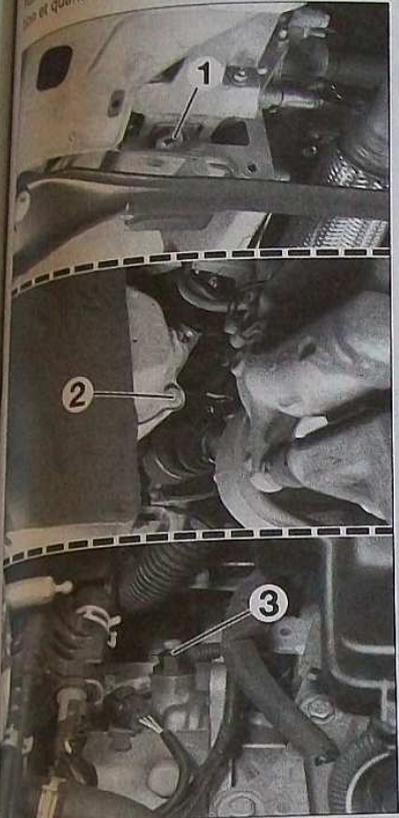

FIG. 8
- la vidange de la boîte (Fig.8).
**Suivant version, le remplissage de la boîte de vitesses s'effectue par le bouchon de remplissage/niveau (2), accessible par le passage roue gauche, ou bien par l'orifice de mise à l'air libre (3), accessible après dépose des conduits d'air du boîtier de filtre à air (Fig.8).**